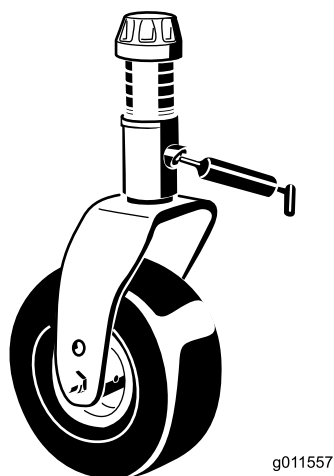

Figure 18
- Bagues d'axe de fourche de roue pivotante (Figure 18)